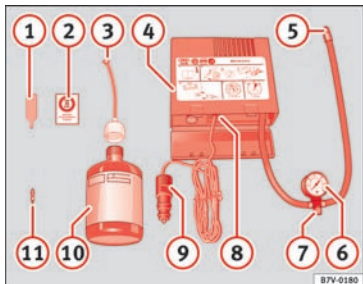

Fig. 58
- Skru ventilhætten og ventilkeglen af dækventilen. Anvend værktøjet til afmontering af ventilkegler » Fig. 58 -ventilkegle- til at skrue ventilkeglen ud. Læg ventilkeglen på et rent underlag.
- Ryst flasken med dæktætningsmiddel kraftigt » Fig. 58 10.
- Skru påfyldningsslangen » Fig. 58 3 på flasken med dæktætningsmiddel. Folien på lukningen bliver automatisk brudt.
- Fjern proppen fra påfyldningsslangen » Fig. 58 3, og sæt den åbne ende helt på dækventilen.
- Skru ventilkeglen ind i dækventilen igen med værktøjet til afmontering af ventilkegler » Fig. 58 1.
- Skru luftkompressorens påfyldningsslange » Fig. 58 5 fast på dækventilen.
- Kontroller, om luftaftapningskruen » Fig. 58 7 er lukket.
- Sæt stikket » Fig. 58 9 ind i bilens 12-volts-stikdåse » Side 138.
- Tilslut luftkompressoren med tilslutnings- og afbryderkontakten » Fig. 58 8.